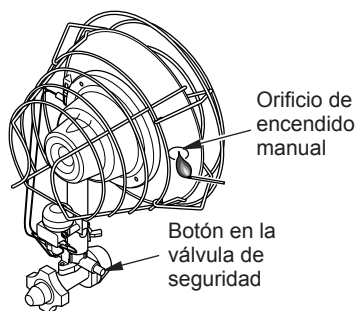

Figura 4 - Encendido del calentador con un fósforo
2. Coloque un fósforo encendido a la carátula del elemento de calefacción (rejilla de alambre) del calentador que está encendiéndose, a través del orificio ubicado en la parte lateral del reflector. Consulte la figura 4.
3. Oprima el botón en la válvula de seguridad para que se permita la entrada de gas al quemador (consulte la figura 4).